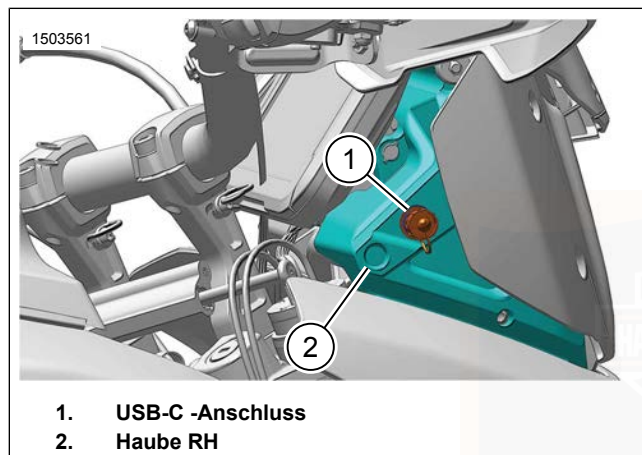

Abbildung 41. USB-C-Anschluss STECKVERBINDER FÜR BEHEIZTE AUSRÜSTUNG
Siehe Abbildung 41. Das Motorrad verfügt über einen USB-C -Anschluss, um ein Telefon oder Mediengerät aufzuladen und ein Software-Update zu übertragen. Für den Anschluss dieser Geräte muss ein Schnittstellenkabel verwendet werden. Der USB-C -Anschluss wird mit Strom versorgt und ist
Siehe Abbildung 41. Der USB-C -Anschluss (1) befindet sich in der Rechtsseitig (RH) -Haube (2).